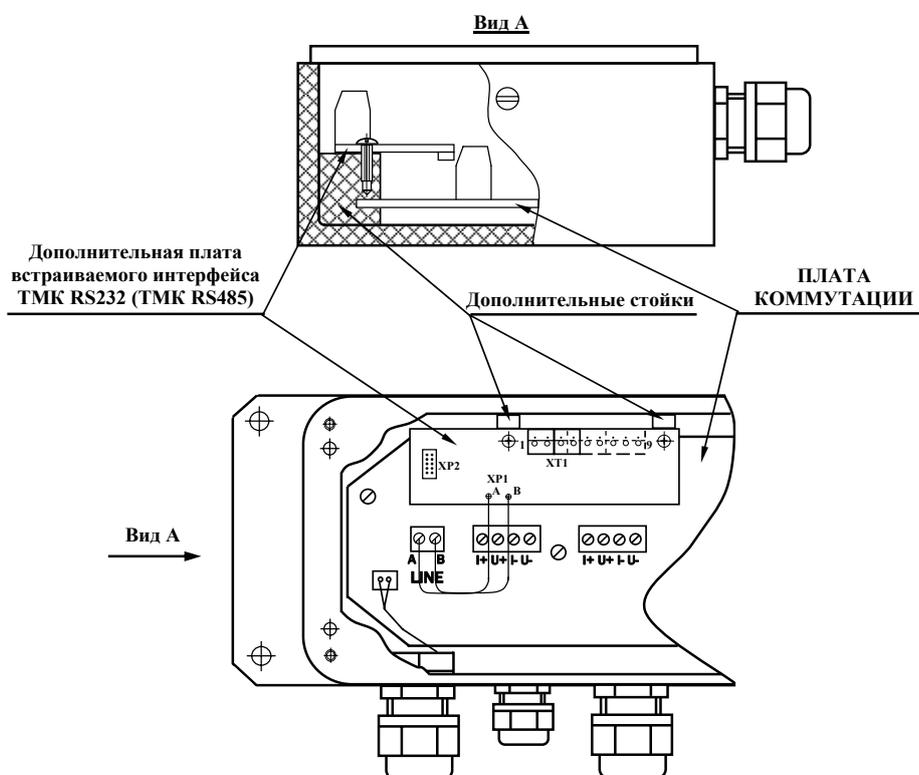

Рисунок 2
**1.3** При отсутствии штатных стоек на блоке коммутации, стойки для установки плат ТМК RS232(ТМК RS485) поставляются с ней в комплекте. В этом случае самостоятельно монтаж плат осуществляется в следующей последовательности (см. рисунок 2):